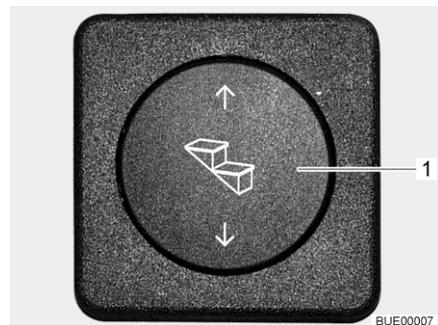

Bild 9 Bedientaster Eintrittsstufe
- Wipptaster (Bild 9,1) unten drücken und gedrückt halten (mindestens 3 Sekunden), bis die Eintrittsstufe vollständig ausgefahren ist.
- Wipptaster (Bild 9,1) oben drücken, bis die Eintrittsstufe vollständig eingefahren ist.